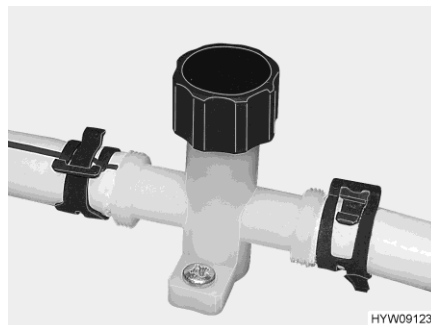
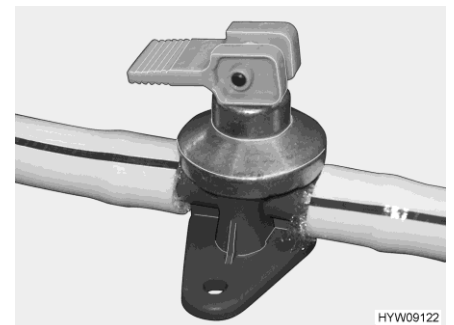

Fig. 155 Robinet de vidange (conduite d'eau)
Fig. 156 Robinet de vidange (chauffe-eau Alde)
- Fermer les robinets de vidange (Fig. 155 et Fig. 156). Tourner pour cela les capuchons dans le sens des aiguilles d'une montre ou mettez le commutateur à bascule à l'horizontale. L'emplacement de la valve de sécurité et de vidange et des robinets de vidange est présenté au paragraphe 10.6 à la fin de ce chapitre.